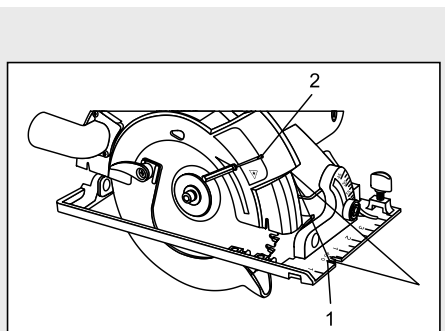

Fig. 13
La ligne guide du laser doit être centrée sur la rainure de coupe à 0° (1) (Fig. 13). Si la ligne guide n'est pas correctement centrée, utilisez un tournevis à lame plate 5/64 po (2 mm) pour la centrer.